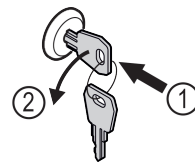

Fig. 159
- ▶ Sleutel erin duwen. Fig. 159 (1)
- ▶ Sleutel 90° linksom draaien. Fig. 159 (2)